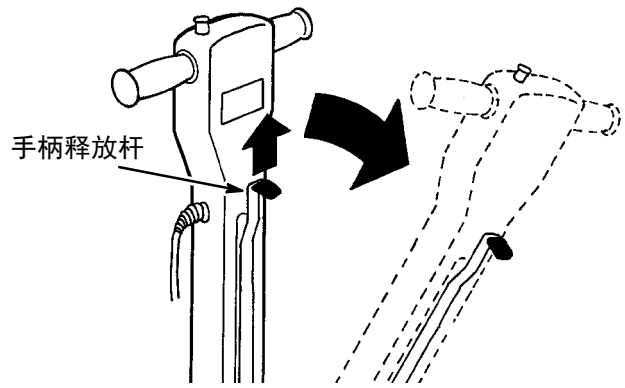

图 4
3. 上拉手柄高度调节杆，将手柄置于合适的操作高度。释放调节杆，固定手柄（图 4）。